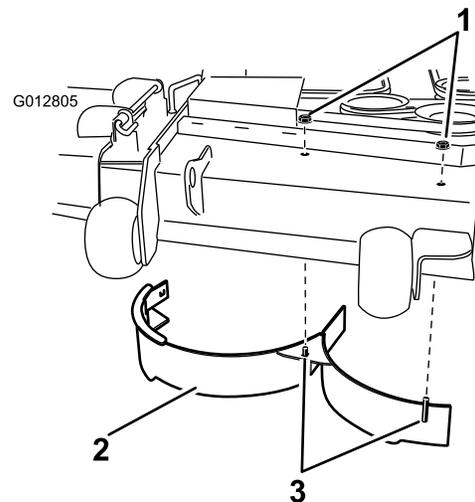

Figure 30
10. Retirez les 2 contre-écrous (5/16") qui fixent les montants soudés du déflecteur droit sur le dessus du plateau de coupe, au centre et à droite du centre (Figure 30).